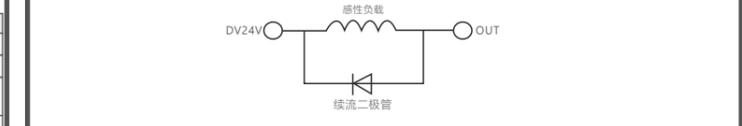

图6 MC500感性负载连接电路
- \*输出点连接继电器、电磁阀等感性负载时，当感性负载突然关断时，会在触点间产生很大的反向电动势，并产生电弧放电，有可能击穿输出晶体管，用户应根据使用情况，必要时在负载上并联续流二极管，如图6所示，延长产品寿命。二极管需满足反向电压是负载电压的5~10倍；正向电流大于负载电流；